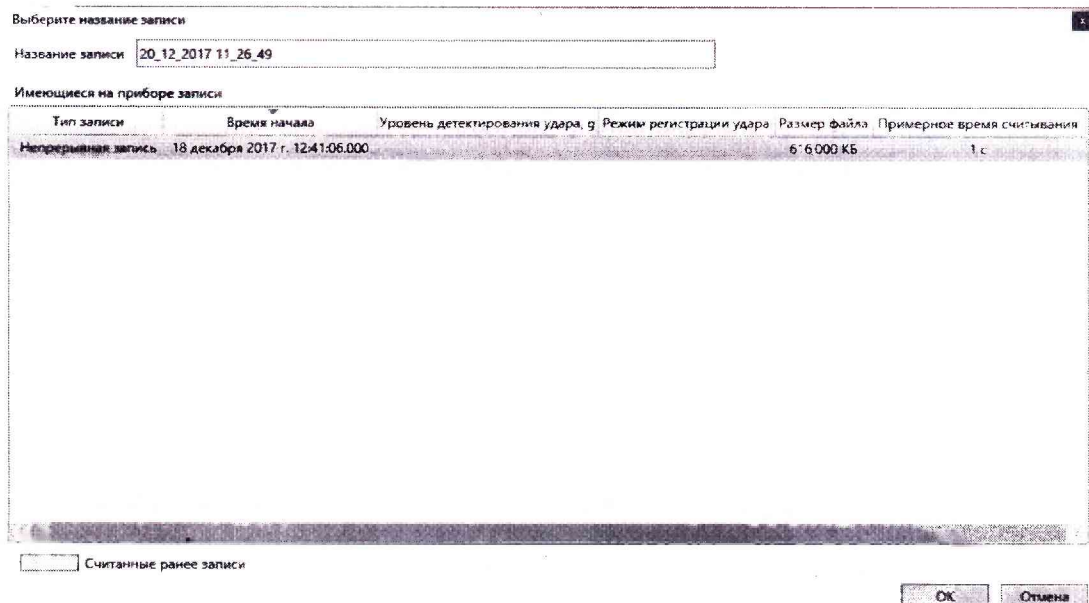

Рисунок 4
7.2.4 Подключить прибор к ПК, с помощью ПО VisShock считать запись с регистратора (рисунок 4).